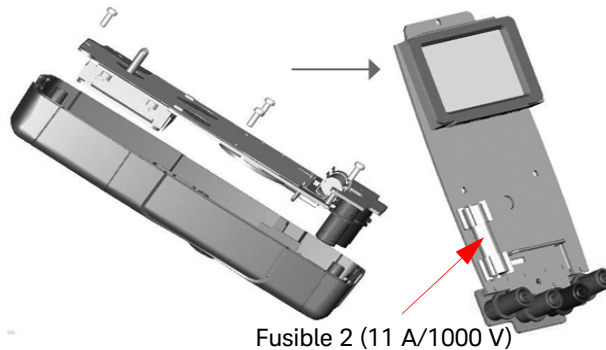

Figura 4-3 Reemplazo del Fusible 2
- 5 Si quiere sustituir el Fusible defectuoso 2, extraiga el Fusible. Afloje los cuatro tornillos (se muestra en la **Figura 4-3**) para levantar y extraer el tablero de circuito de la carcasa superior.
- 6 Extraiga con cuidado el Fusible 2 defectuoso haciendo palanca en un extremo del fusible flojo y retirándolo del soporte, consulte la **Figura 4-3**.